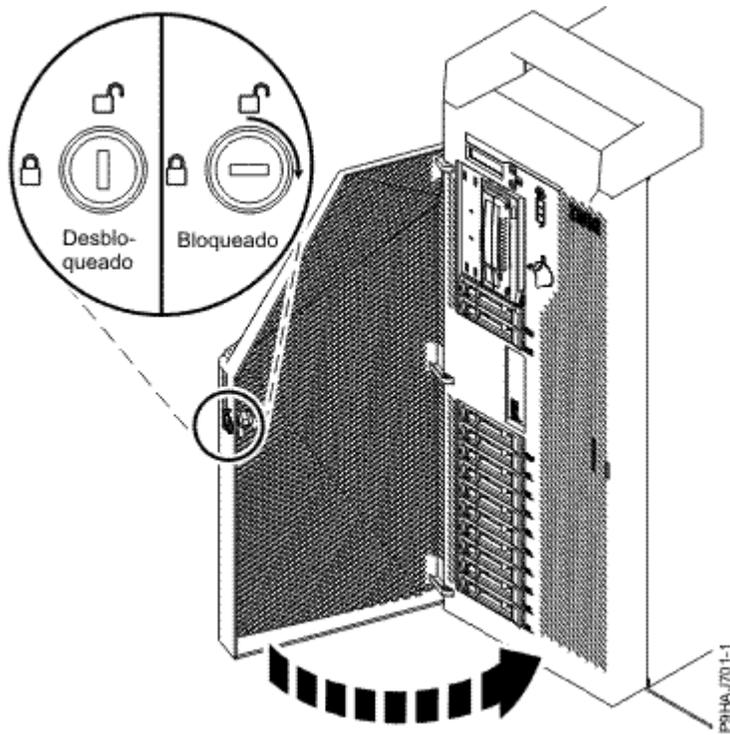

Figura 49. Cierre de la puerta frontal
- e) Cierre la puerta frontal. Inserte la llave de la puerta frontal en la cerradura, como se muestra en la Figura 49 en la página 51. Gire la llave hacia la derecha (en el sentido de las agujas del reloj) para cerrar la puerta. En posición horizontal está cerrada, en posición vertical está abierta.